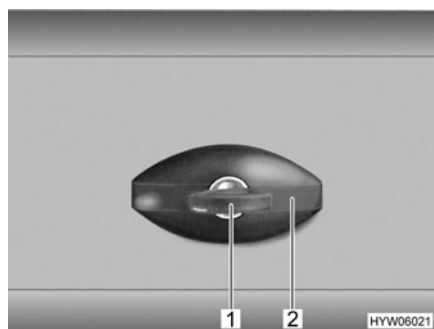

Fig. 46 Serrure du portillon, en forme d'ellipse
- Insérer la clé dans le barillet (Fig. 46,1) et la tourner d'un quart de tour dans le sens inverse des aiguilles d'une montre. La poignée de la serrure (Fig. 46,2) ressort.